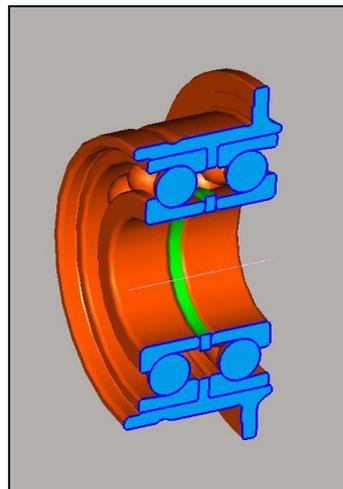

Bild 7
- Das erste Lager in den Bearing Carrier einsetzen. Für die richtige Ausrichtung des Lagers siehe Bild 7.
- Das zweite Lager in den Bearing Carrier einsetzen. Für die richtige Ausrichtung siehe Bild 7. Der Distanzring soll nach Einbau des zweiten Lagers noch freigängig sein.